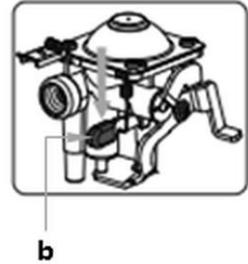

Fig. 5
- positionner le levier de blocage de la cartouche (20) sur la position UNLOCK (14) et retirer la cartouche à gaz (7) ;
- régler le régulateur rotatif (17) sur la position d'allumage (18) pour relâcher la surpression dans la vanne ;
- baisser le levier de redémarrage (b) avec le manchon rouge en caoutchouc (fig. 5) ;
- régler le levier de blocage de la cartouche (20) sur la position FUEL LOCK (13) ;